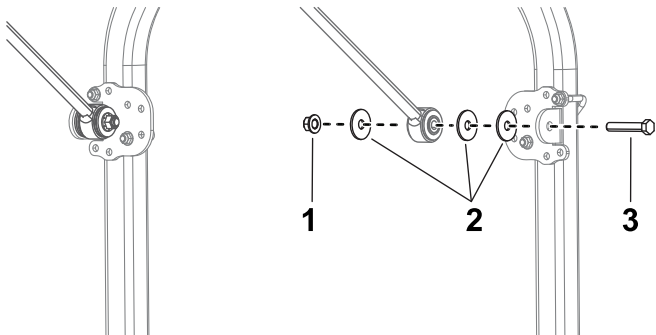

Figura 12
11. A cada lado de la máquina, instale provisionalmente un soporte de tirante en cada tirante con un perno (1/2" x 2 3/4"), 3 arandelas grandes y una tuerca con arandela prensada (1/2"), tal y como se muestra en la Figura 12.